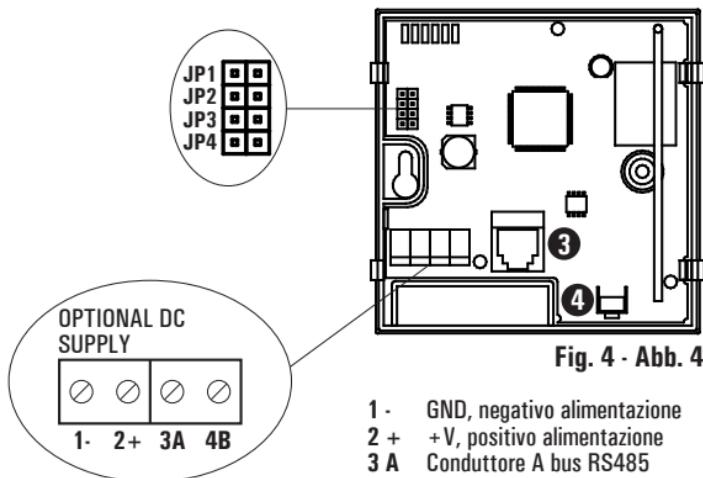

Fig. 4 - Abb. 4
I moduli a relè forniscono l'alimentazione in corrente continua al dispositivo tramite il cavo dati; nel caso in cui si usi il dispositivo come ripetitore o ricevitore collegato a PC, il dispositivo deve ricevere l'alimentazione tramite i due morsetti appositi indicati con 1- e 2+ (Fig. 4).
- Premere per un secondo il pulsante “auto-apprendimento” indicato con **4** in Fig. 4, in questo modo viene attivata la procedura di auto-apprendimento ed il LED **1** in Fig. 1 lampeggerà velocemente di color arancio.